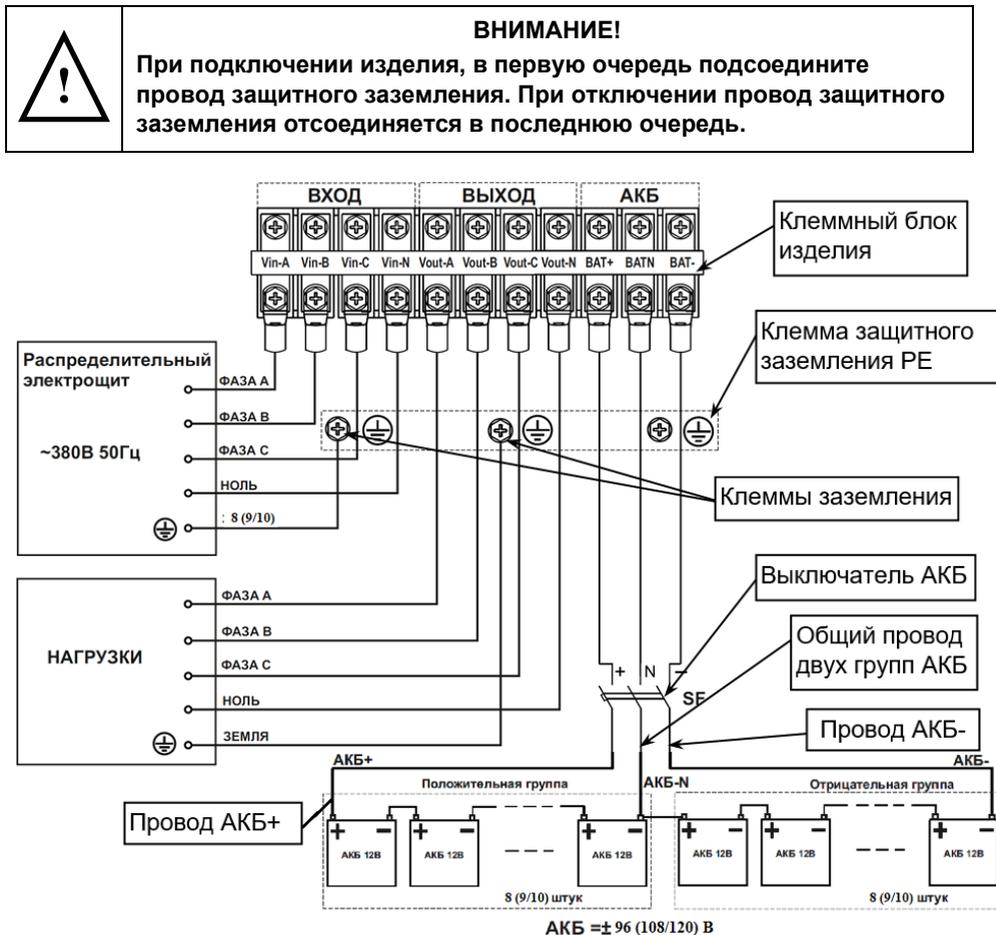

Рисунок 23 – Схема подключения изделия и монтажа аккумуляторной батареи.
- 5) Включите защитный автоматический выключатель АКБ (SF) или выключатель группы предохранителей (при их использовании), (см. рисунок 23).
Между АКБ и изделием должен быть подключен автоматический выключатель постоянного тока (SF, на номинальный ток 250 А, см. рисунок 23).
Между АКБ и изделием должен быть подключен DC – совместимый терромагнитный трехполюсный защитный автоматический выключатель SF, (или другое устройство защиты, например, группа предохранителей с трехполюсным выключателем), расположенный как можно ближе к АКБ, см. рисунок 23.
- номинальное напряжение выключателя должно быть не менее рабочего напряжения положительной/отрицательной группы АКБ (см. рисунок 23);
Затем выполнить, **с соблюдением полярности**, последовательное соединение аккумуляторных батарей 12 В, в соответствии с двуполярной схемой (см. рисунок 23) при помощи перемычек АКБ (**перемычки АКБ в комплект поставки НЕ входят**).
- проводники фаз А, В, С и провод N питающей линии от распределительного щита, предназначенные для подключения на входы изделия, должны быть обесточены (см. рисунок 23);
- подключение кабелей к клеммному блоку выполняйте в соответствии со схемой (см. рисунок 23) и маркировкой, нанесенной на клеммном блоке изделия;
- подключите провода заземления кабелей подключения питающей сети и нагрузки к соответствующим клеммам заземления изделия (см. рисунок 23);
- к клеммам заземления каждого изделия подключите провода заземления кабелей подключения питающей сети и нагрузки (см. рисунок 23);